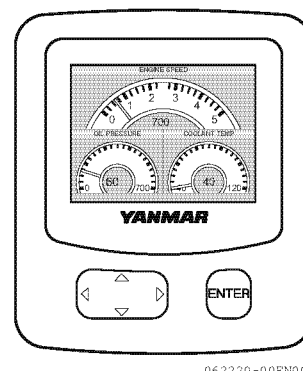

Figura 4
- Cuando arranca el motor, la pantalla del VC10 muestra la pantalla con las condiciones del motor (**Figura 4**).